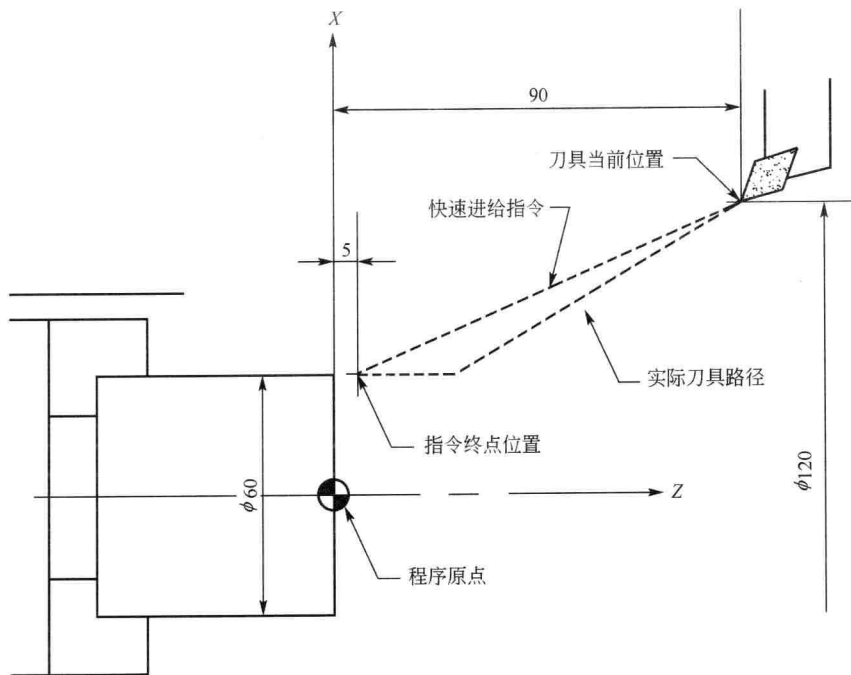

图 1-1 G00 指令练习
(1) 指令格式: $G00 X(U) _ Z(W) _;$
(2) 指令练习: 分别使用绝对值、增量值以及混合编程完成刀具快速从点 (X120, Z90.) 移动至点 (X60, Z5.), 见图 1-1。